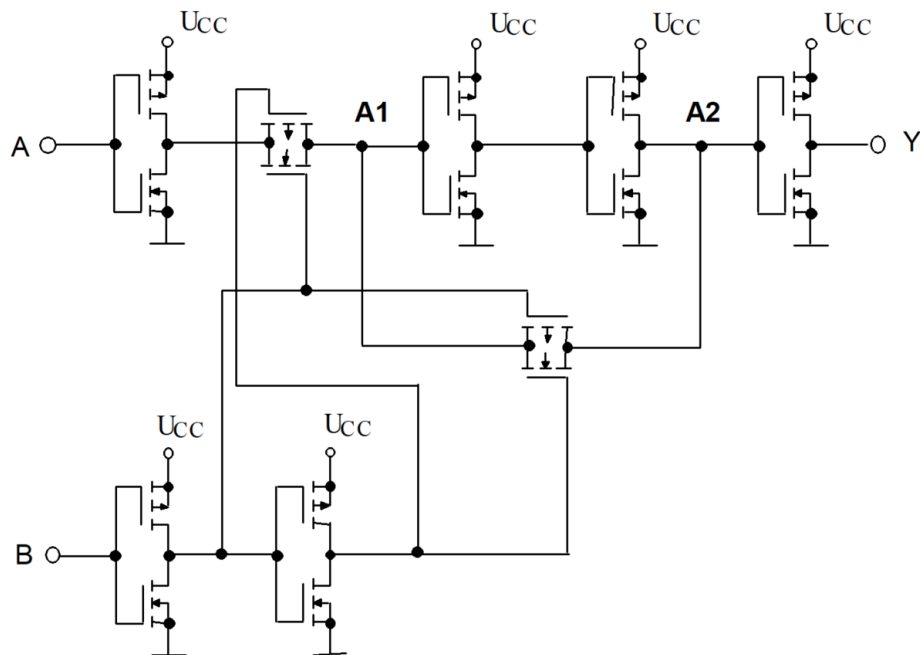

Abbildung 8
Die schaltungstechnische Auslegung einer logischen Schaltung ist in Abbildung 8 dargestellt.
- Ergänzen Sie die folgende Wahrheitstabelle für die Schaltung nach Abbildung 8.
- Skizzieren Sie das logische Symbol für die Gesamtschaltung in Abbildung 8.